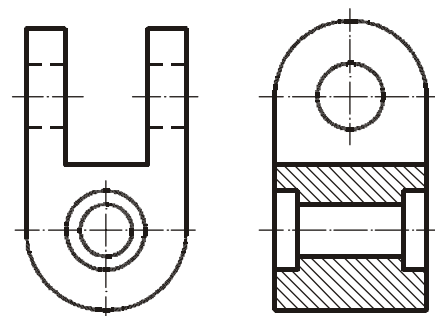

Figura 5.9
4. Em peças simples, nas quais seja óbvio a localização da posição do plano de corte, pode ser dispensado o desenho da linha de corte, como mostra o exemplo da Figura 5.9.